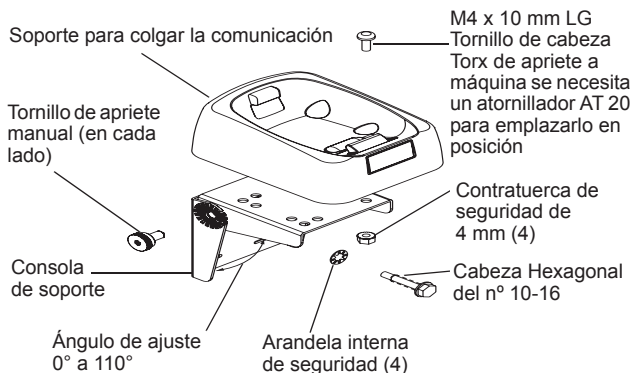

Figura 1 Consola de soporte de ángulo regulable
Una vez se haya decidido dónde efectuar la instalación, remítase a la Figura 1 y ejecute los siguientes pasos:
4. Coloque el soporte para colgar las comunicaciones sobre la consola de montaje como se indica en la Figura 1. Fije el soporte para colgar las comunicaciones en la consola sirviéndose del atornillador T-20 para tornillos de cabeza Torx, el tornillo M4 x 10 mm y la tuerca M4 que se suministran.